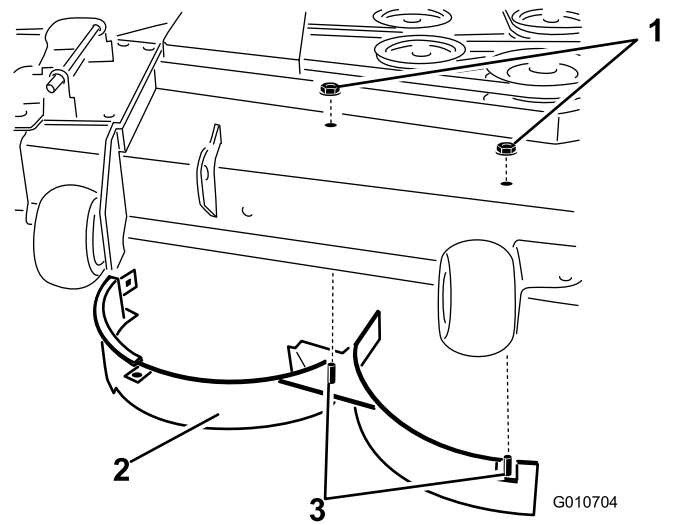

Figura 37
- Retire el perno de cuello cuadrado y la contratuerca que sujetan el deflector derecho a la parte superior de la carcava del cortacésped, y retire el deflector derecho de la carcava del cortacésped (Figura 37).
- Instale las fijaciones retiradas anteriormente en los taladros delanteros de la placa de descarga y en el taladro delantero de la carcava (Figura 37).
- Retire las 2 contratuercas (5/16") que sujetan las clavijas soldadas del deflector derecho a la parte superior de la carcava del cortacésped en las posiciones centro y centro derecha (Figura 37).